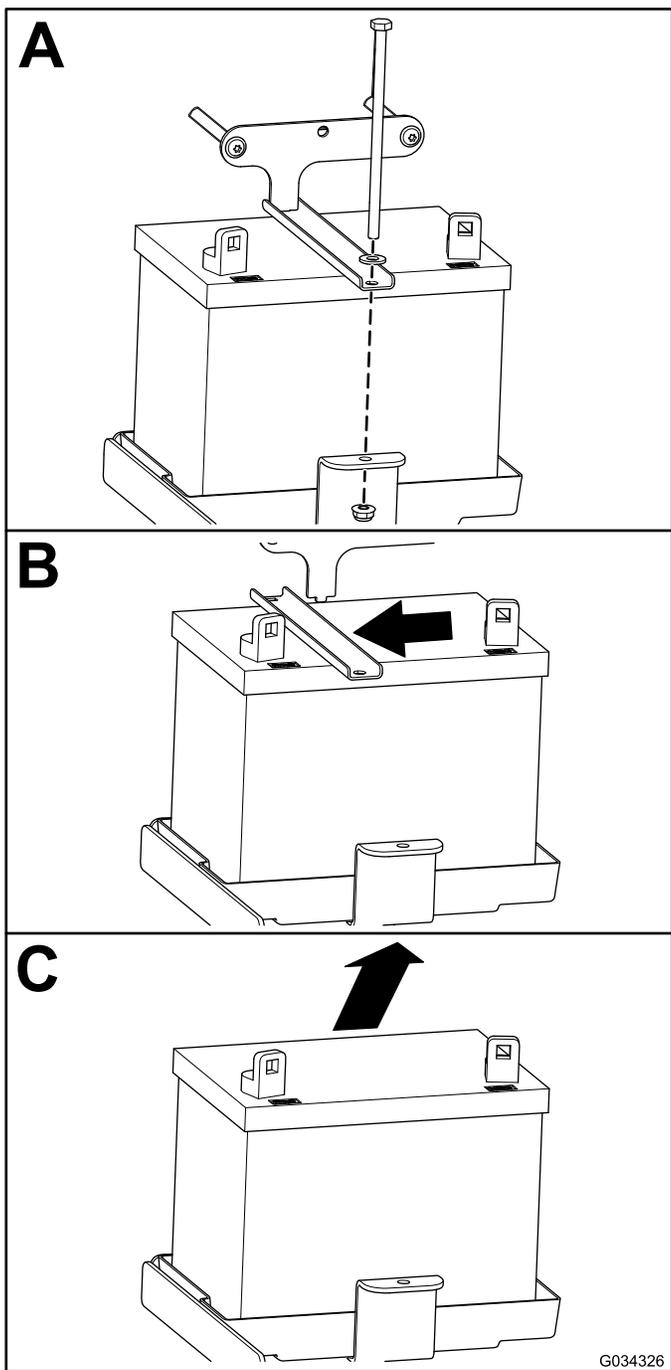

Рисунок 48
2. Снимите аккумуляторную батарею, как показано на Рисунок 48.